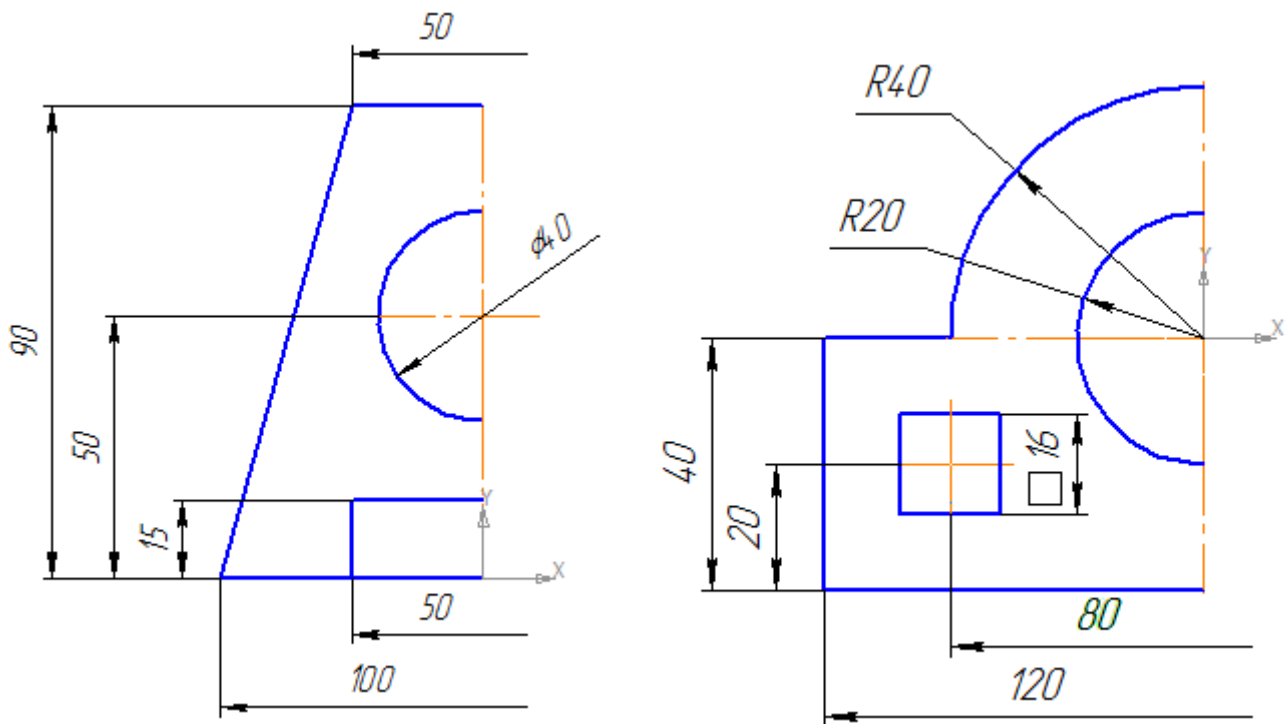

Рис. 4
1. Постройте чертеж плоской детали по имеющейся половине изображения, разделенной осью симметрии (рис. 4).